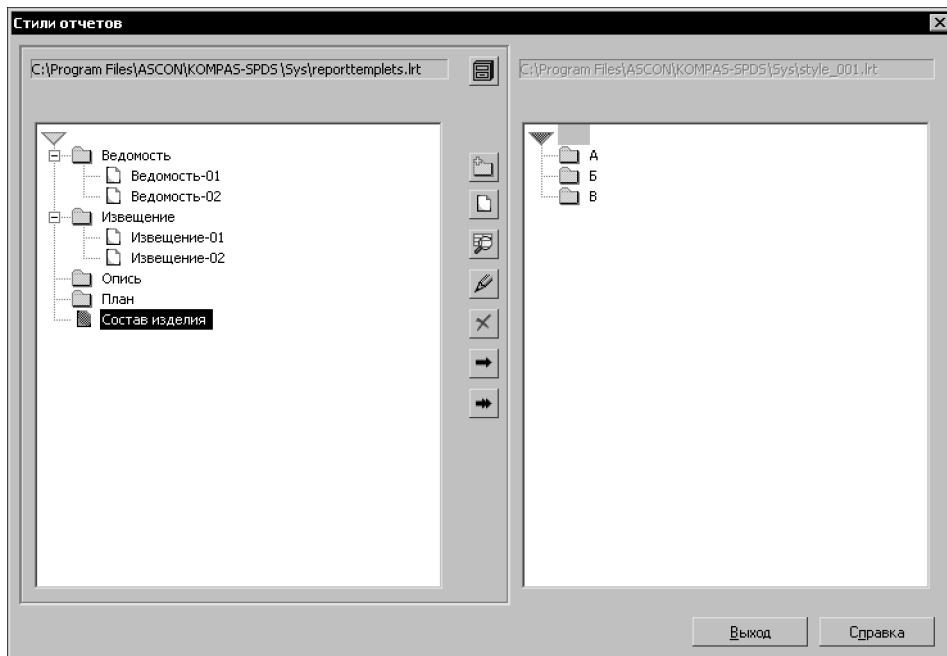

Рис. 83.1. Диалог работы с библиотеками стилей отчетов
На рис. 83.1 показан диалог работы с библиотеками стилей отчетов.
Окно просмотра	Служит для отображения списка стилей библиотеки. Диалог имеет два окна просмотра, поэтому в нем одновременно могут отображаться списки стилей двух разных библиотек. Активным может быть только одно окно — оно выделено рамкой. Например, на рис. 83.1 активным является левое окно. Активизация производится щелчком мыши в окне. Списки стилей имеют структуру дерева — разделы, подразделы и т.д., содержащие стили. Уровень вложенности разделов не ограничен. Все объекты дерева автоматически сортируются по именам внутри каждого раздела.
1. Нажмите кнопку **Показать библиотеку** в диалоге работы с библиотеками (рис. 83.1). В появившемся диалоге выбора файлов введите несуществующее имя, нажмите кнопку **Открыть** и подтвердите создание файла. Активное окно диалога работы с библиотеками стилей очистится, так как вновь созданная библиотека пуста.